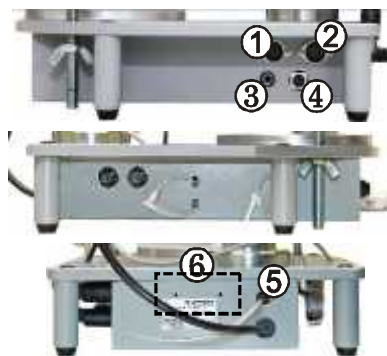

Рис. 3
Удалите защитные транспортировочные элементы: пленку с электромагнитной платформы, хомуты и пр., а также извлеките из пазов подвязку сетевого шнура и насадок электрошпателя (рис. 3а).
Установите и, если необходимо, подключите (по ключу разъема) требуемые для работы приспособления (рис. 3).
- 3 насадки электрошпателя (НКМ или МОДЕЛЛЕР), находятся под основанием, рис. 3а;
- 6 место установки ЛЮКС 2.1 (рис.3) (по отдельному заказу)
Рис. 3а
С XXX. Подключить к разъему (4), рис. 3 требуемую насадку электрошпателя (МОДЕЛЛЕР или НКМ). Нажать и удерживать энкодер 3 сек. Если был включен наконечник бормашины, то он выключится.